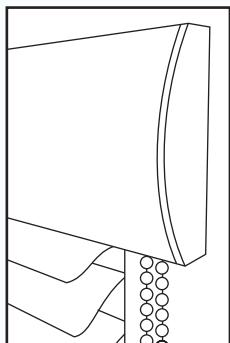
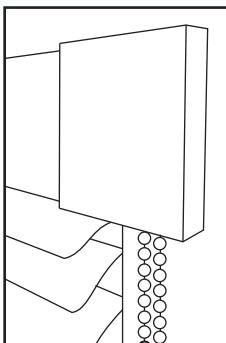

рис. 1
рис. 2
1. Возможно изготовление с декоративным валансом (рис.1) и без него (рис.2).